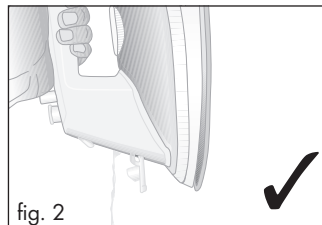
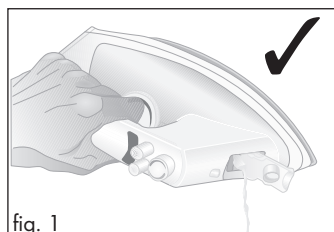

fig. 2
fig. 1
- Tøm vandtanken ❹ ved at klappe påfyldning-såbningen ❺ op og enten vippe dampstrygejernet til siden (se fig. 1) eller tømme det ved at holde det fremad (se fig. 2).